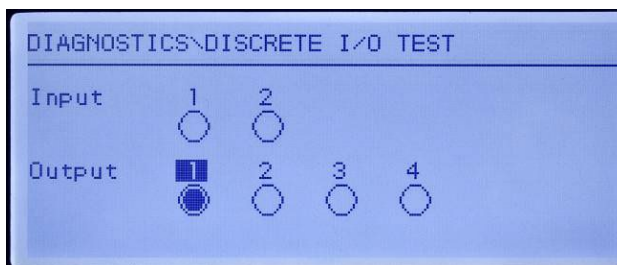

Figura 5-8: Pantalla de prueba de E/S discretas, salida 1 activa
3. El enfoque de control de una salida específica se indica mediante imagen de video invertido del número encima de la salida. Cuando una salida está enfocada, al presionar la tecla de navegación ARRIBA activa la salida. Se muestra un círculo sólido más pequeño para indicar que la salida está activada. Esto se muestra en la Figura 5-8.